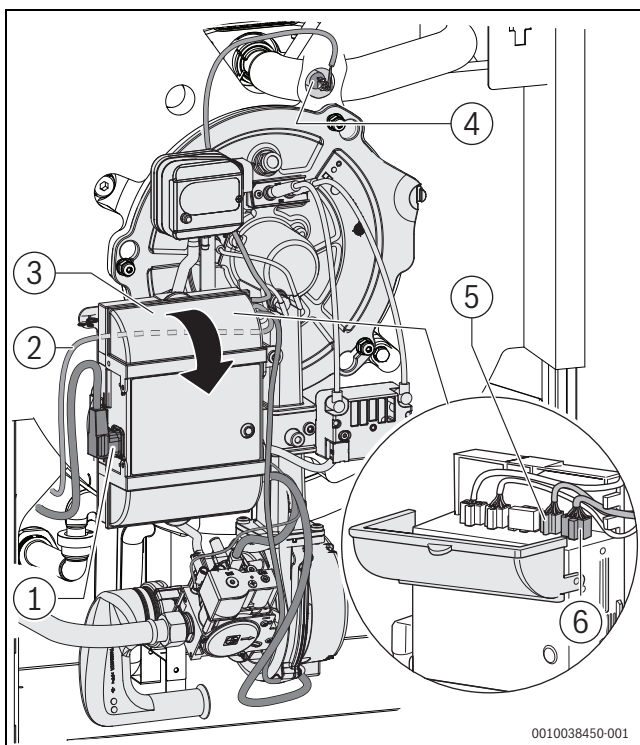

Bild 20 Steckverbinder anschließen
- ▶ Elektrische Leitungen sowie das Anschlusskabel [1] des Feuerungsautomats wie in Bild 20 dargestellt verlegen.